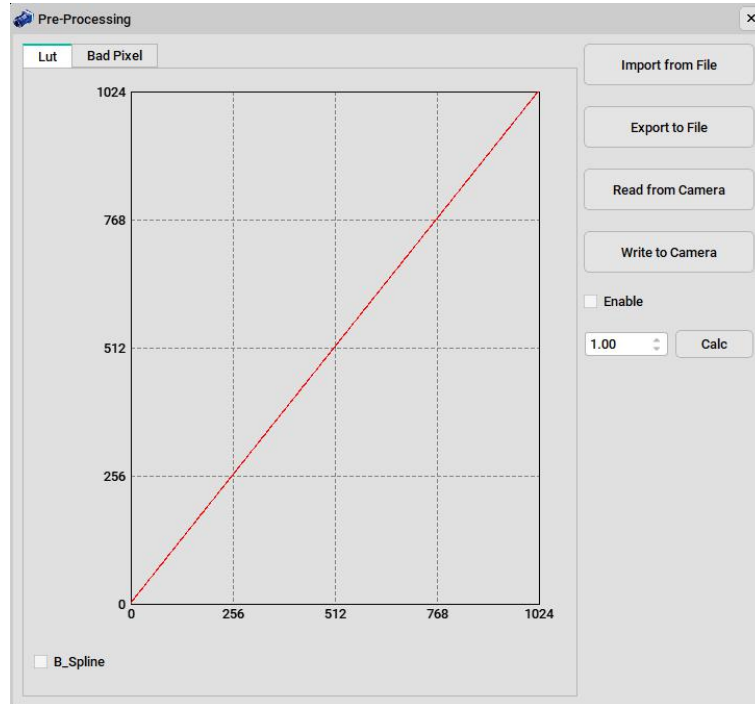

图 16 LUT 数据
① Lut(Look Up Table)选项中包含以下内容，如图 16 所示：